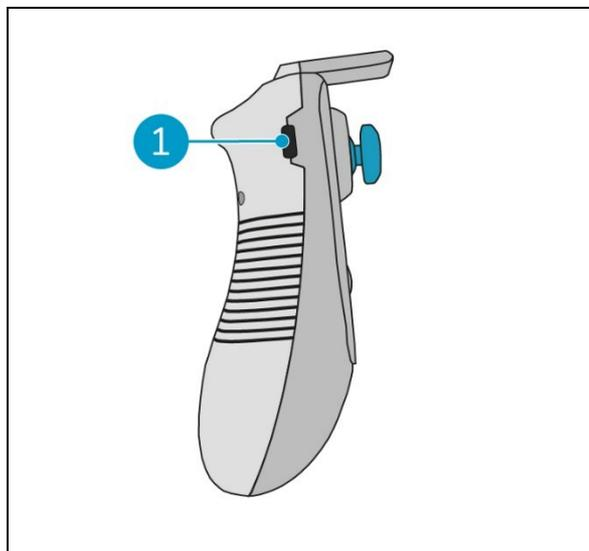

Figura 13
1. Ligar o conector USB-C do cabo USB-C para USB-A à porta USB-C (Figura 13, pos. 1) do controlo remoto.